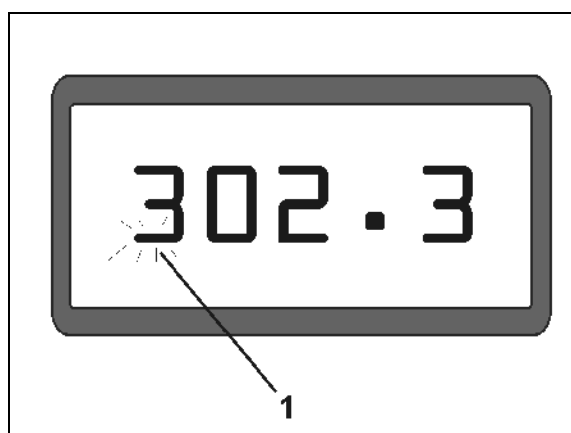

Fig. 2
- **Ecran d'affichage (Fig. 2/1).**
La barre inférieure (Fig. 2/1) clignote en cours de travail: